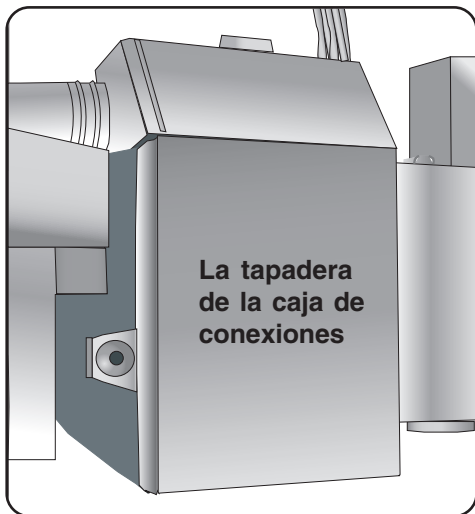

Ilustración 13
- 1) Quite la tapadera de la caja de conexiones, la Ilustración 13, **levantando y jalando la cubierta hacia arriba**.